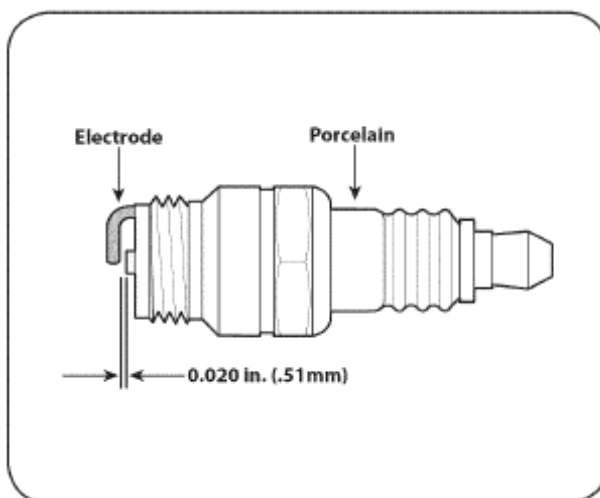

РИС. 12
3. Проверьте зазор проволочным калибром (см. Рис. 12). Значение зазора между электродами свечи должно составлять 0,020 дюйма (0,51 мм). При необходимости отрегулируйте зазор.